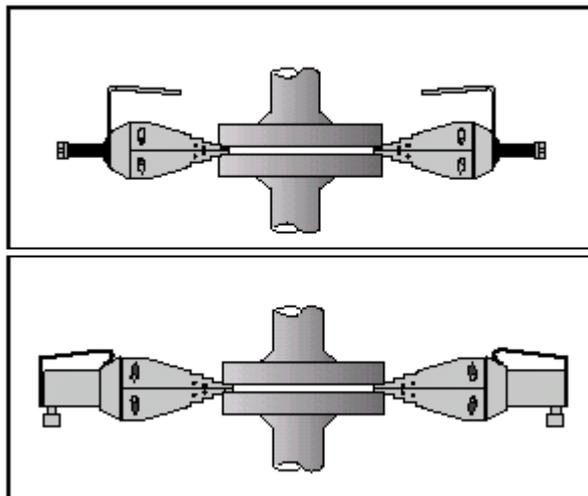

Рис.3
3. Разъемы должны быть установлены под углом 180 градусов друг другу (Рис.3)